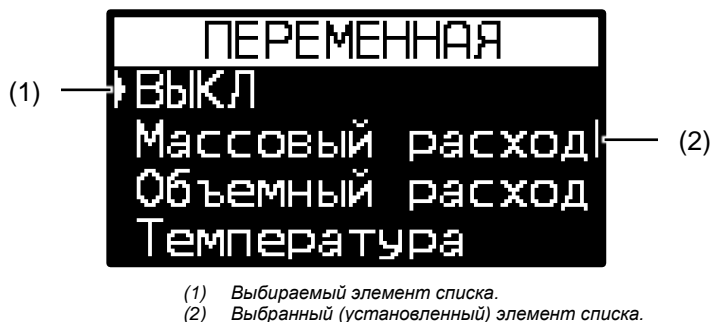

Рисунок 6.8. Выбор значения параметра из списка.
Если пункт меню представляет собой список, см. **рисунок 6.8.**, то на экран выводятся элементы этого списка. Заданное значение (элемент списка) обозначается символом **▄** справа от элемента, см. **рисунок 6.8**, позиция (2). Перемещение по списку осуществляется кнопкой **ВНИЗ** и выполняется по кругу: с последнего элемента списка производится переход на первый. Выбор текущего элемента списка, обозначенного курсором **▄**, производится с помощью кнопки **ВВОД**, либо кнопки **ВПРАВО**.